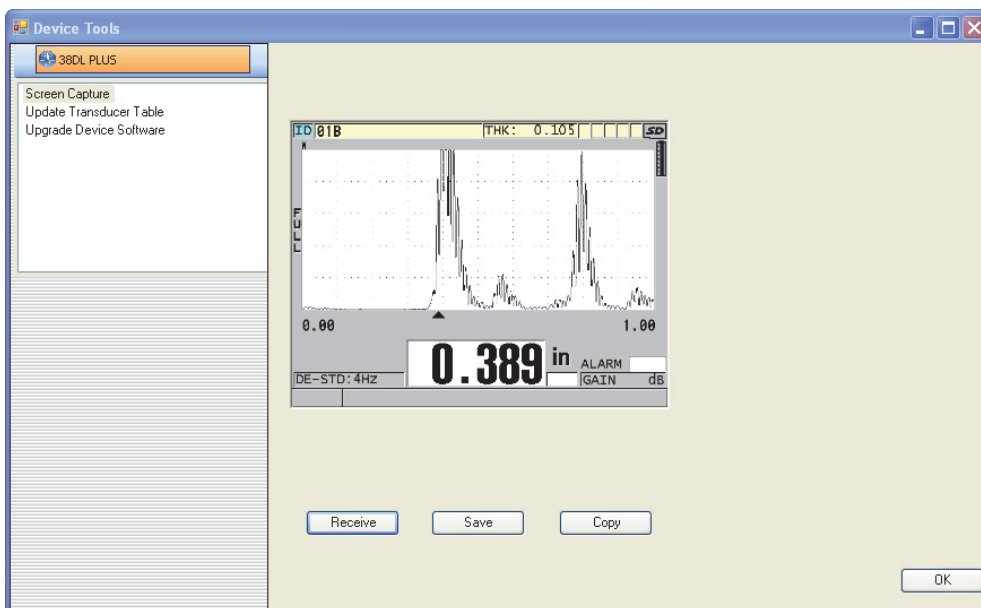

图 14-11 显示屏幕截图的设备工具对话框
- 在 **Device Tools**（设备工具）对话框中（参见第 261 页的图 14-11），选择 **Screen Capture**（屏幕截图），然后点击 **Receive**（接收）。